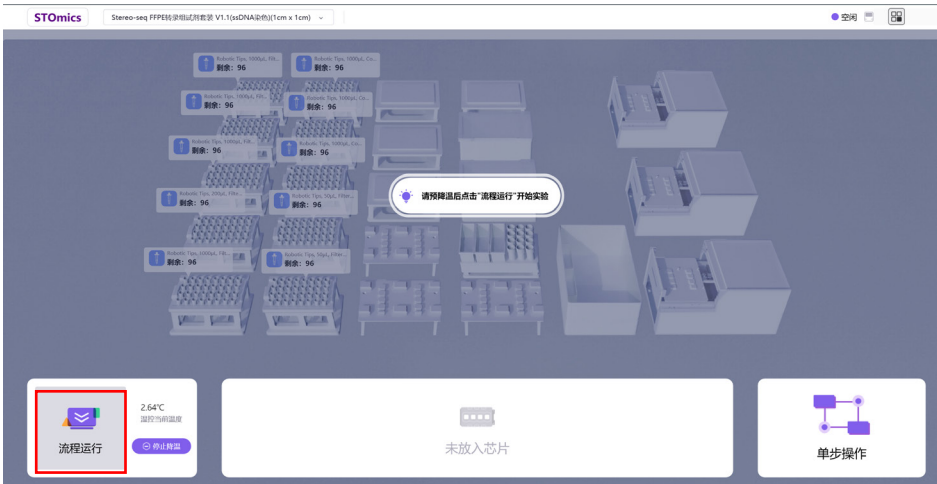

图 3-16 流程运行界面
- a. 流程运行：点击页面左下方的“流程运行”，将进入实验信息填写界面，如图 3-16 所示；